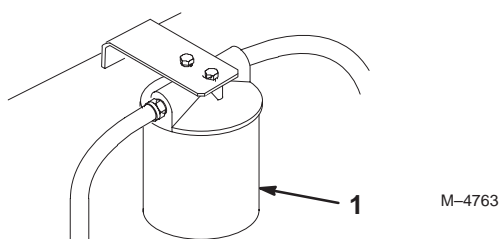

Figure 54
3. Placez un bac de vidange sous le filtre, déposez le filtre usagé et essuyez la surface du joint de l'adaptateur (Fig. 54).